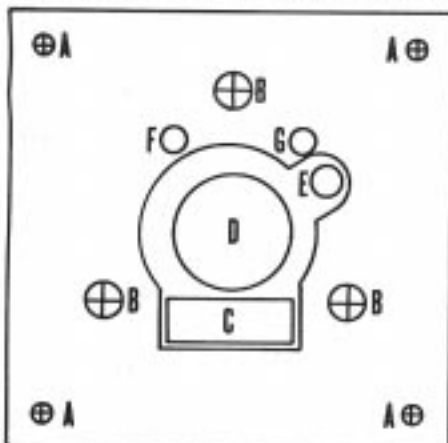

Fig. 1
- 3) Orientare i dispositivi agendo sulle viti denominate "B" (figura 1) fino all'accensione del led rosso, la cui luce è proporzionale all'intensità del segnale ricevuto. Per l'allineamento perfetto servirsi anche di un tester posto a 3/5 Vcc fondo scala. Collegarlo ai due test point del ricevitore (F e G di Fig. 1) e regolare l'orientamento dei fotodispositivi fino ad ottenere il massimo valore sullo strumento.
- 1) Fixer les dispositifs (émetteur et récepteur) sur les colonnettes ou les boîtiers préalablement scellés, en utilisant les trous prévus à cet effet (fig. 1 et 3) avec des vis Parker. Les dispositifs doivent être fixés face à face sur les même alignement et à la même hauteur du sol.
- 3) Orienter les dispositifs en agissant sur les vis "B" (fig. 1) afin d'obtenir l'allumage du led rouge. Pour un parfait alignement utiliser un testeur réglé sur une échelle maxi de 3/5 Vcc et branché sur les pôles du récepteur destinés à cet effet (fig. 1 - pinte F et G). Régler ensuite l'orientation des cellules jusqu'à l'obtention d'une valeur maxi sur le testeur.